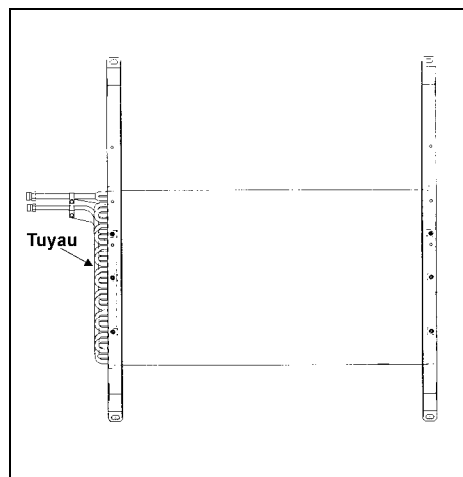

FIGURE 2 : CONDENSEUR
2. Localiser le tuyau de réfrigérant se trouvant à la gauche du condenseur (Fig. 2);